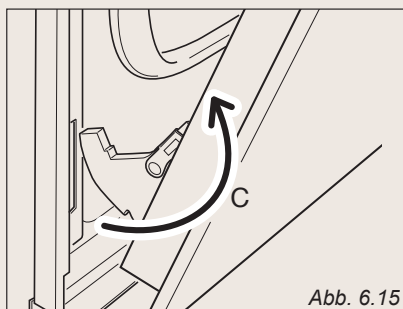

Abb. 6.15
- * Das Bajonett der Scharniere ebenfalls aus dem Sitz nehmen (Abb. 6.15).